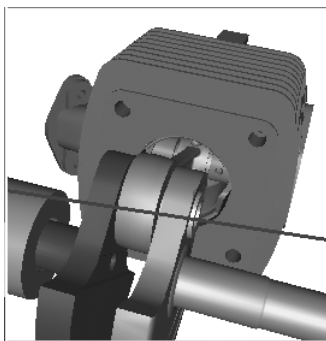

Рис. 2.64. Возможное представление модели ДВС при добавлении сферического шарнира
- расположите модель **ДВС** в анимационном окне так, чтобы были видны одновременно малый прилив шатуна и поршень. Это может выглядеть так, как показано на рис. 2.64;